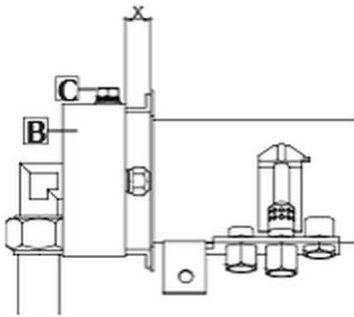

Abb. 8
Der für die Einstellung der Primärluft vorgesehene Abstand ist in Abb. 8 und in Tab. 2 angegeben.
1. Lösen Sie die Befestigungs-schraube (C, Abb. 8) der Primärluftregelungsbuchse (B).
2. Positionieren Sie die Buchse (B) entsprechend dem installierten Gastyp im Abstand „X“.
3. Ziehen Sie die Befestigungs-schraube (C) fest.